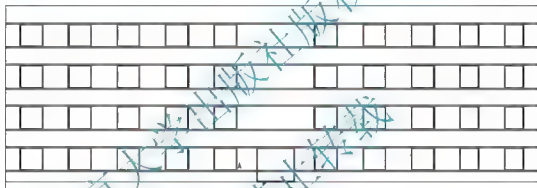

图 4.17 绘制 6~7 轴线首层门洞口
(1) 启动【矩形】命令 (快捷键 REC)。
① 在指定第一个角点或 [倒角(C)/标高(E)/圆角(F)/厚度(T)/宽度(W)]: 提示下，输入“W”后按 Enter 键。
② 在指定矩形的线宽: 0.0000 : 提示下，输入“50”后按 Enter 键，表示将矩形线宽改为 50mm。
③ 在指定第一个角点或 [倒角(C)/标高(E)/圆角(F)/厚度(T)/宽度(W)]: 提示下，单击【对象捕捉】工具栏上的【捕捉白】图标
④ 在指定第一个角点或 [倒角(C)/标高(E)/圆角(F)/厚度(T)/宽度(W)]: from 基点: 提示下，捕捉 A 点，即以 A 点为基点 (A 点的位置如图 4.17 所示)。
⑤ 在指定第一个角点或 [倒角(C)/标高(E)/圆角(F)/厚度(T)/宽度(W)]: from 基点: 偏移: 提示下，输入⑥~⑦轴线首层门的左下角点相对于 A 点的坐标 “@1650,-900”。其中 $1650=1050+600$ ，这样就绘出了⑥~⑦轴线首层门洞口的左下角点，如
① 在指定另一个角点或「面积(A)/尺寸(D)/旋转(R)」提示下,输入“@3000, 2700”,然后按 Enter 键结束命令,结果如图 4.17 所示。